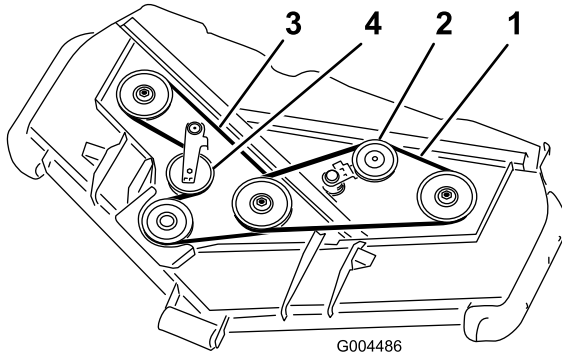

図 58
3. バールなどの工具を使って上ベルト用アイドル・プーリ(図 58)をベルトから引き離してベルトの張りをなくす。
4. バールなどの工具を使って下ベルト用アイドル・プーリ(図 58)をベルトから引き離してベルトの張りをなくす。
5. 図 58のように、ギア・ボックス・プーリ、下ベルト用スピンドル・プーリ、アイドル・プーリに新しいベルトを回しかける。
6. 図 58のように、上ベルト用スピンドル・プーリとアイドル・プーリ・アセンブリに新しいベルトを回しかける。